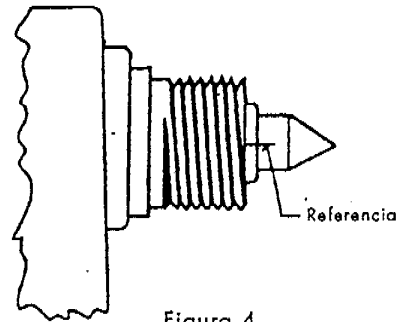

Figura 4
1. Colocar las puntas en el cono del husillo, verificar la referencia de posición ( Figura 4 ). Siempre que se torneé entrepuntas, al montar las mismas, observar si el trazo de referencia quedó en la posición en que fueron rectificadas para no alterar el centrado.